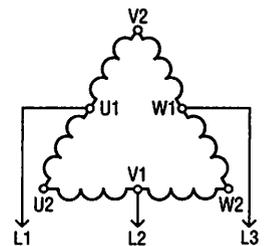
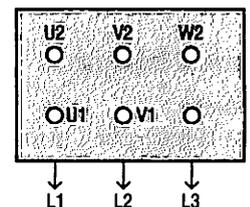

Fig. 22 : Couplage petite vitesse triangle série.
Fig. 23 : Plaque à bornes petite vitesse (PV).
– En petite vitesse (PV), on a un couplage triangle série (fig. 22), plaque à bornes (fig. 23).
Elle ne comporte que six bornes, mais les repères sont différents des repères d'un moteur une vitesse (fig. 23 et 25).